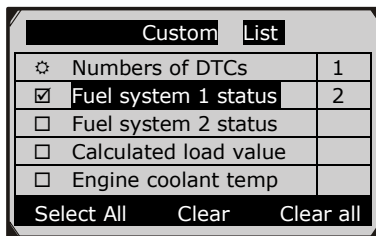

Рисунок 6.14
- 2) Используйте кнопки прокрутки **ВВЕРХ/ВНИЗ** для перемещения по желаемым элементам, и нажмите **Select** (Выбрать) для подтверждения. Выбранные параметры помечаются галочками (рисунок 6.14).